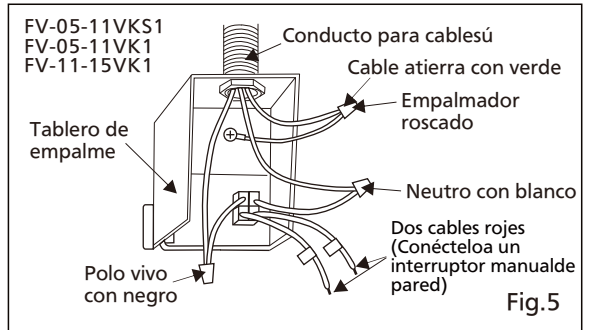

Fig.5
7. Consulte el diagrama de cableado en la página 5. Cumpla con los códigos locales sobre instalaciones eléctricas y con el Código Nacional para Instalaciones Eléctricas ("NEC", por su sigla en inglés) Use empalmadores roscados aprobados por UL para conectar los cables de suministro de electricidad con los cables del ventilador. (Fig.5)